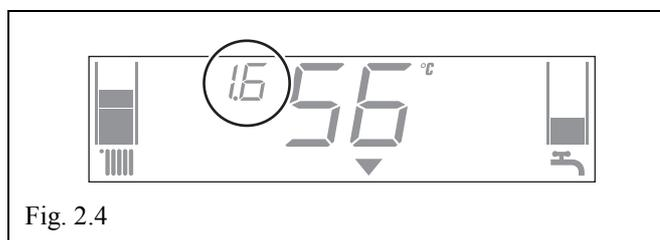

Fig. 2.4
- La pressione del circuito idraulico, a freddo, sia compresa tra 1 e 1,6 bar (FIG. 2.4) (SEZ. 8.5, PAG. 95).